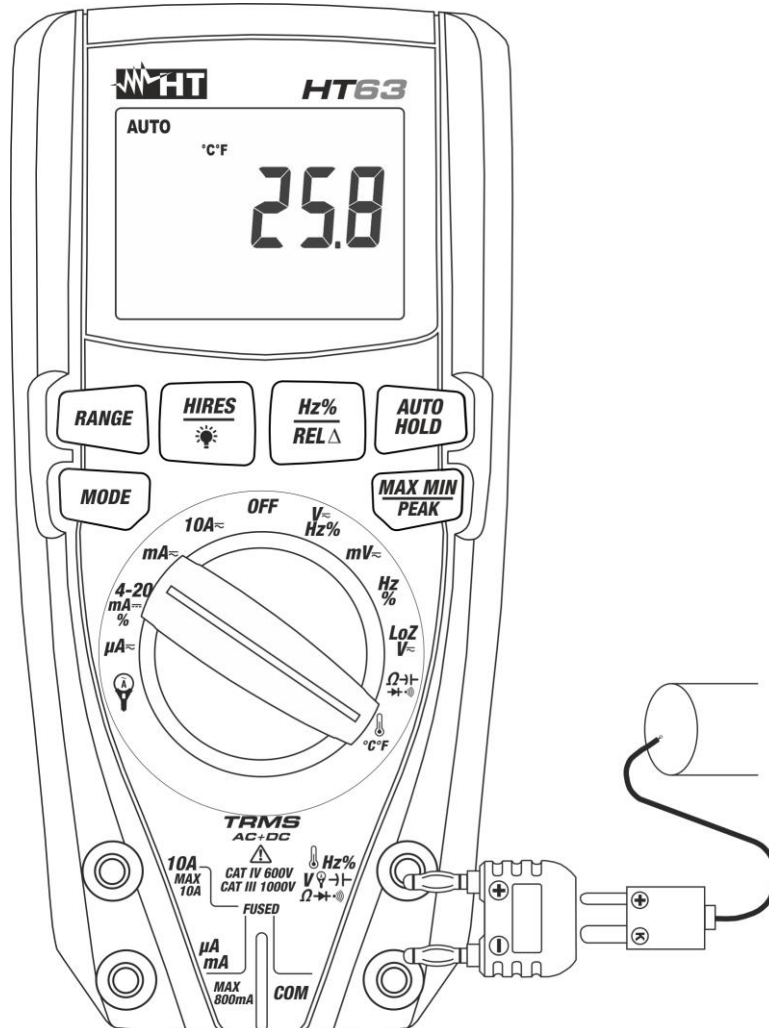

Fig. 9: Uso do instrumento para a medição de Temperaturas
3. Inserir o adaptador fornecido nos terminais de entrada $\text{Hz}\% \text{V} \rightarrow \text{I} \rightarrow \Omega \rightarrow \text{+}$) (polaridade +) e **COM** (polaridade -) (ver Fig. 9).